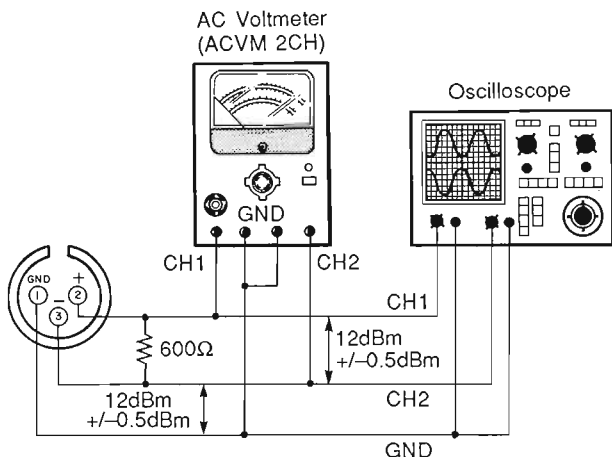

Fig. 14
- ② Make a dummy load by attaching a 600 ohm resistor between the hot and cold terminals (pins 2 and 3) of a female XLR connector as shown in the figure 14.
- ③ Insert the dummy load into the Left channel ANALOG OUT connector.
- ④ Play track number 2 (1KHz, 0dB).
- ⑤ Adjust the output level with VR702 for Left channel.
この時、オシロスコープを接続すると出力信号のホット端子とコールド端子では位相が180°反転していることが確認出来る。(Fig.14)